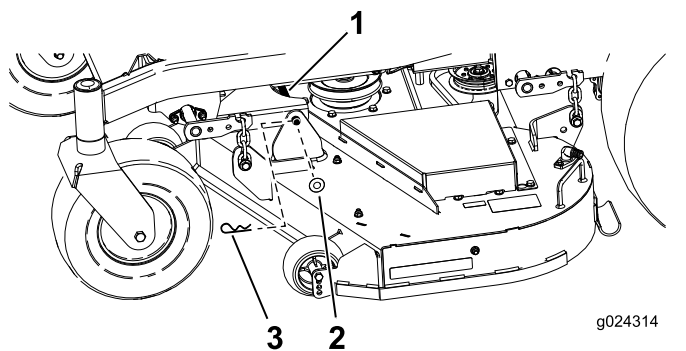

Figure 75
- Retirez la goupille fendue et la rondelle qui fixent la longue barre de liaison au cadre et au plateau, et enlevez la barre de liaison (Figure 75).
9. Fixez la barre de liaison avec les goupilles fendues et les rondelles retirées précédemment (Figure 75).